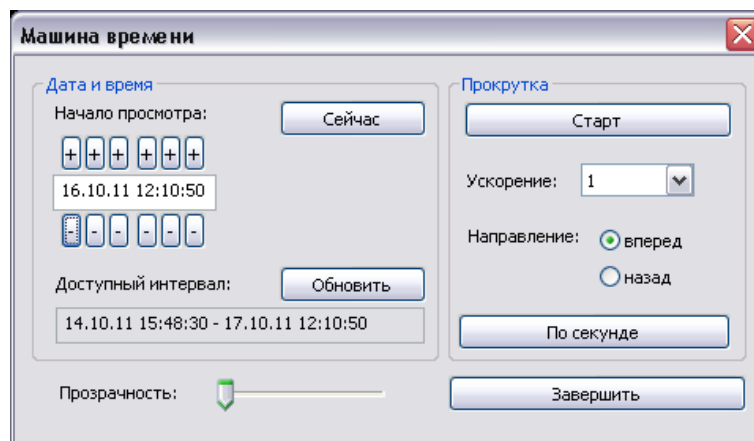

Рис. 12
• «Машина времени». При выборе данного пункта меню появляется панель управления машиной времени, при этом отсчет времени приостанавливается (Рис. 12). На панели управления машиной времени располагаются кнопки, позволяющие просматривать поездную ситуацию на станции или перегоне в любой момент времени в течение доступного интервала. Для установки даты и времени начала просмотра предусмотрены кнопки + и -. При нажатии на кнопку «Сейчас» дата и время начала просмотра переводятся на текущие. При нажатии на кнопку «Обновить» верхняя граница доступного интервала обновляется на текущее время. Для начала просмотра поездной ситуации после установки даты и времени необходимо нажать кнопку